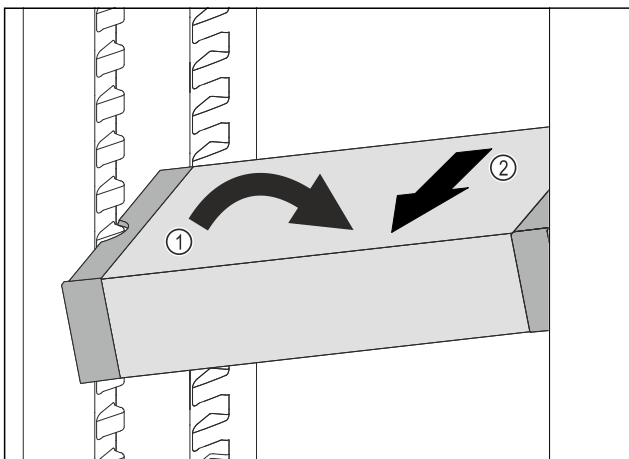

Fig. 84
- VarioSafe in het koelgedeelte schuin zetten. Fig. 84 (1)
- VarioSafe naar voren toe verwijderen. Fig. 84 (2)